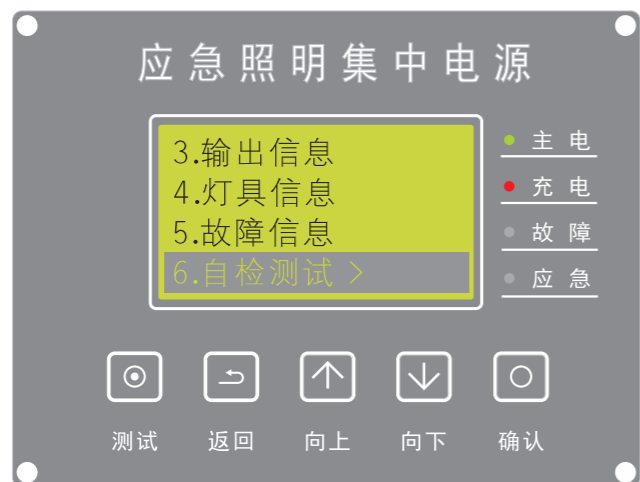

图12
(7)、自动检测（模拟市电掉电、模拟月检、模拟年检、手动应急、快速自检）：在主屏下，按【确认】键进入菜单，按【向上/向下】选择【自检测试】，按【确认】键进入（如图12）。